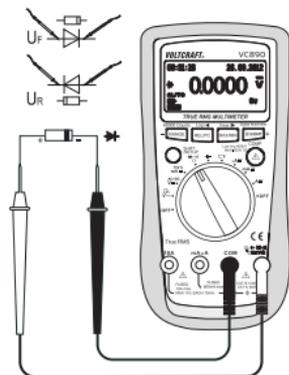

图 6
1. 开启 DMM 并选择量程“ Ω ”。按下 SHIFT/SETUP 键 (3), 直至二极管测试符号 \rightarrow 出现在显示屏上。
2. 将红色测试引线插入 $^{\circ}\text{CHzV}\Omega$ 测量插口 (7), 将黑色测试引线插入 COM 测量插口 (8) (图 6)。
5. 显示屏以伏特 (V) 为单位显示导通电压“UF”。如果出现“OL”, 则表示二极管测量方向是反的 (UR) 或二极管有故障 (断路)。以反向极点作为控制执行测量。